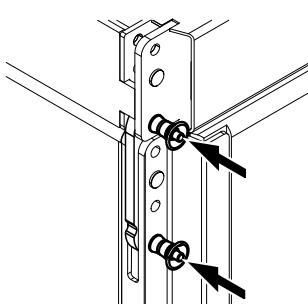

Abb. 1: SUB zu Rahmen
- a. SUB zu Rahmen ( $\Rightarrow$  Abb. 1)